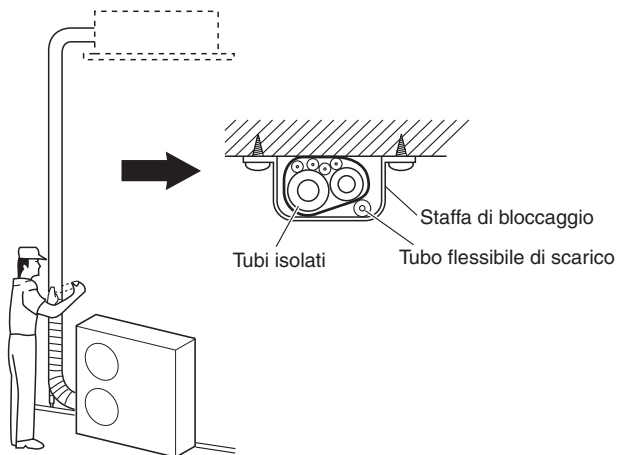

Fig. 5-10
- (1) In questa fase i tubi del refrigerante (e i cavi elettrici, se consentito dalle normative locali) devono essere nastrati con del nastro di rinforzo formando un solo fascio. Per prevenire la formazione di condensa dovuta al trabocco della coppa di scolo, tenere separati il tubo di scarico e quello del refrigerante.
- (2) Avvolgere il nastro di rinforzo dal fondo dell'unità esterna sino al punto la tubazione entra nella parete. Durante l'avvolgimento del fascio di tubi, sovrapporre metà dell'altezza del nastro alla spirà immediatamente precedente.
- (3) Fissare il fascio dei tubi alla parete usando una fascetta ogni metro circa. (Fig. 5-10)